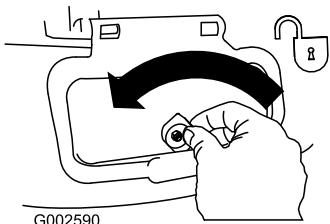

Figura 31
- Desbloquee la puerta de descarga lateral (Figura 31).